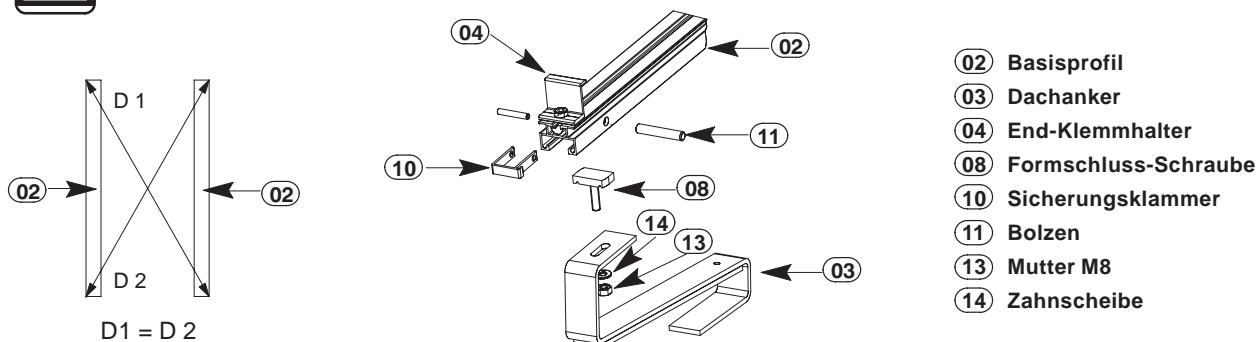

Abbildung 9b: Vertikal verlaufendes Basisprofil
- 1.) Weitere Basisprofile - gemäß Abbildung 9b - mit den End-Klemmhaltern nach unten, auf Dachanker montieren.
- 2.) Basisprofile über Diagonale ausrichten und mit Formschluss-Schrauben (08) festziehen.